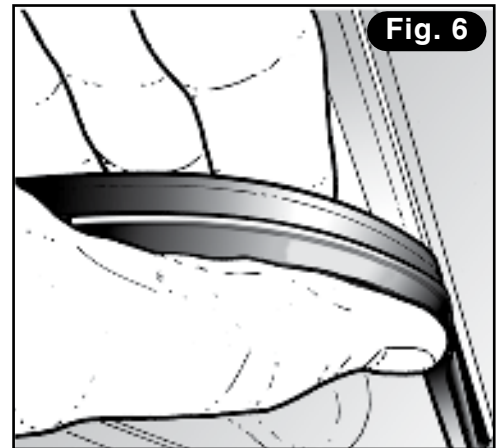

Fig. 6
- 5) Partiendo del centro en la parte posterior del asiento de la cubierta (lado de las bisagras), extienda la junta a lo largo de todo el recorrido de la ranura (**Fig. 6**) procurando:
- 4) Saque el perno e incline la tapa hacia atrás apoyándola en un soporte estable (Fig. 6).